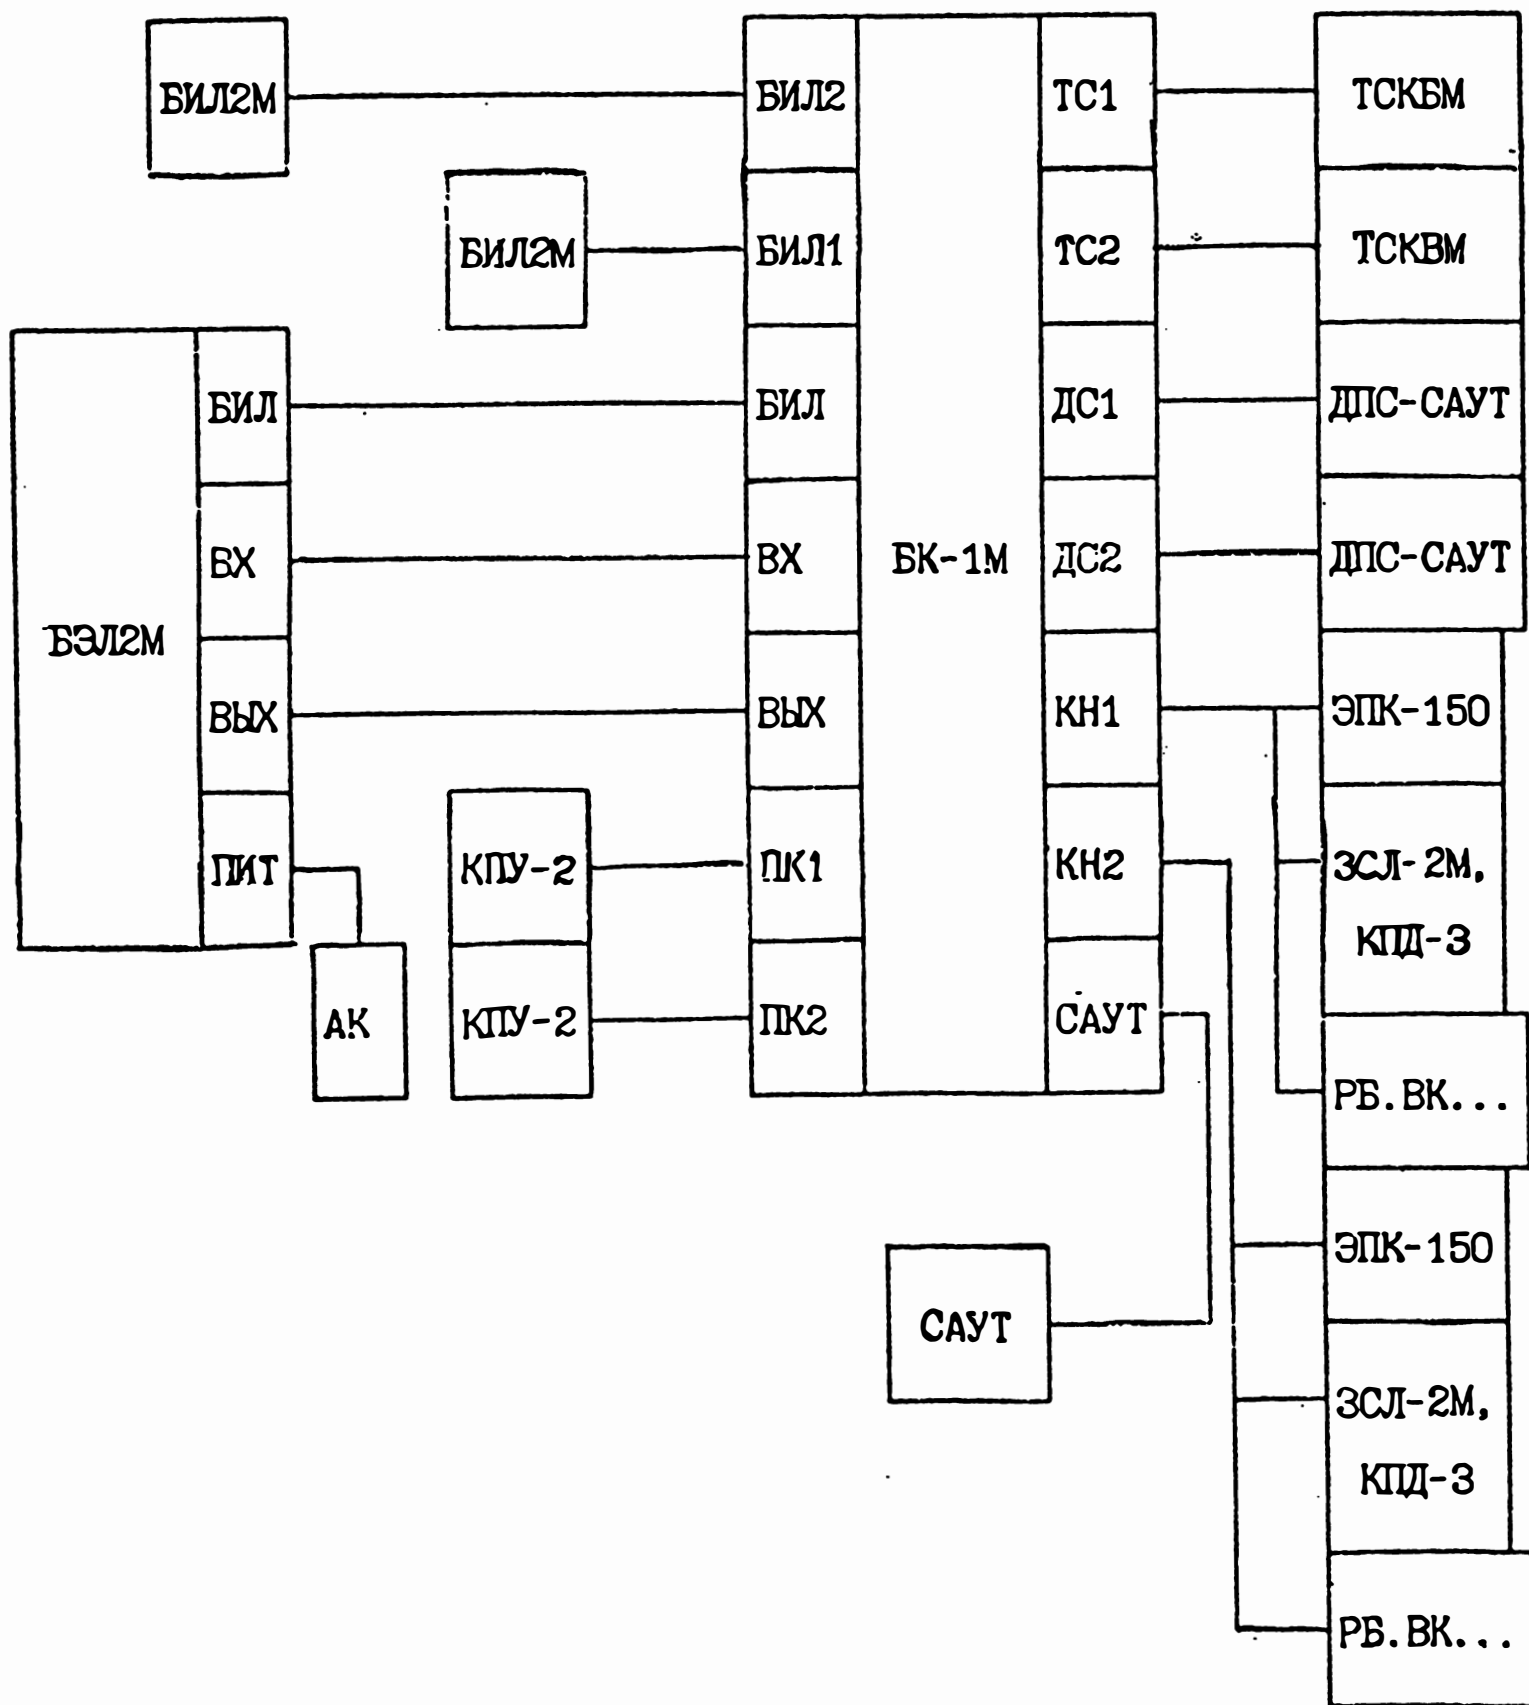

Рис. 5.1.
5.3. Структурная электрическая схема внешних связей изделия представлена на рис.5.1.